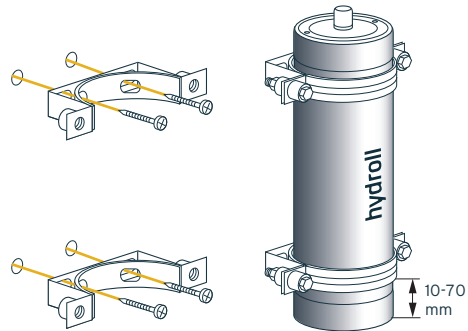

FIGURA 5.3 Posizioni consigliate per le fascette
7. Fissare l'accumulatore con le fascette fornite dal produttore come illustrato nella Figura 5.3.